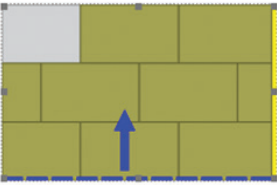

Fig. 2
- Montarea plăcilor de vată minerală bazaltică se face fără rost, cu spațiu între ele, continuând în sus. Plăcile se montează întrețesut, intercalate între ele, inclusiv în zona colțurilor, cu decalaj de min. 15 cm față de rândul anterior și următor, fără adeziv în zonele de îmbinare (fig. 2).